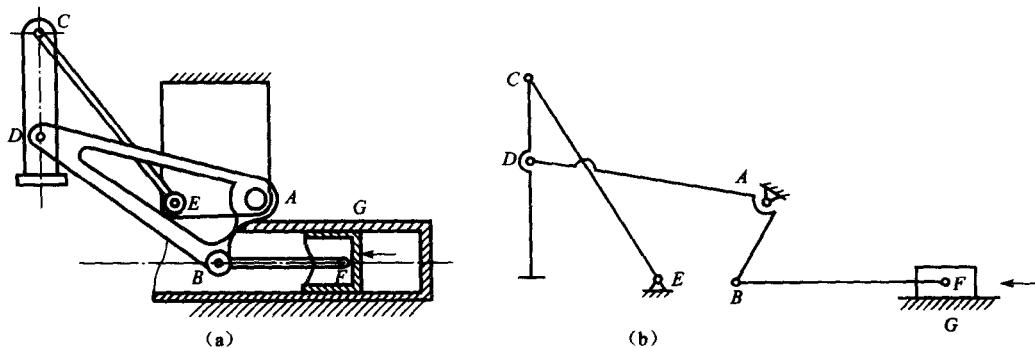

图 2-12 翻台机构
**例题2-2** 试对图2-12所示翻台机构(图中箭头所在构件为原动件):
(1) 绘出机构运动示意图。
(2) 计算自由度。
(3) 判断机构是否具有确定运动。
解 (1) 图 2-12(a) 机构中, 各构件之间均以低副连接, 选取合适的长度比例尺  $\mu_l$  绘制机构的运动简图。如图 2-12(b) 所示。
(2) 计算机构的自由度。由图 2-12(b) 可知:  $n = 5, p_L = 7$ , 因此机构的自由度为